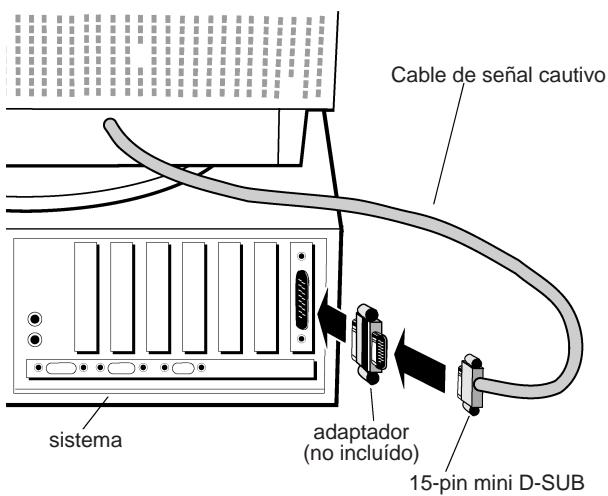

Figura B-1
- Para el Mac:** Conecte el cable adaptador para Macintosh del MultiSync A500+ o MultiSync A700+ (no incluido) al conector de monitor del Macintosh (Figura B.1). Conecte el extremo 15-pin mini D-SUB del cable cautivo de señal al cable adaptador Macintosh en el ordenador (Figure B.1). Apriete los tornillos.